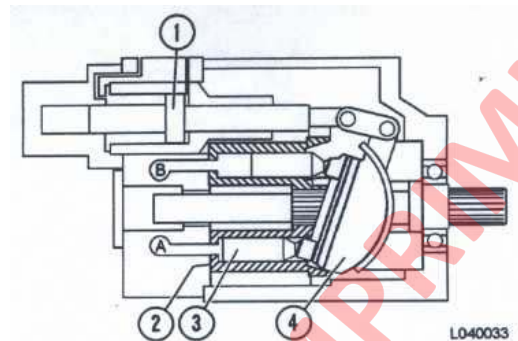

FIGURA 4-11. BOMBA VOLUMEN LLENO
El pistón de control (1, Figura 4-11) controla el ángulo del bloque de sujeción (4). Cuando el pistón de control se mueve a la posición completamente a la derecha, la bomba está en su capacidad máxima de bombeo.